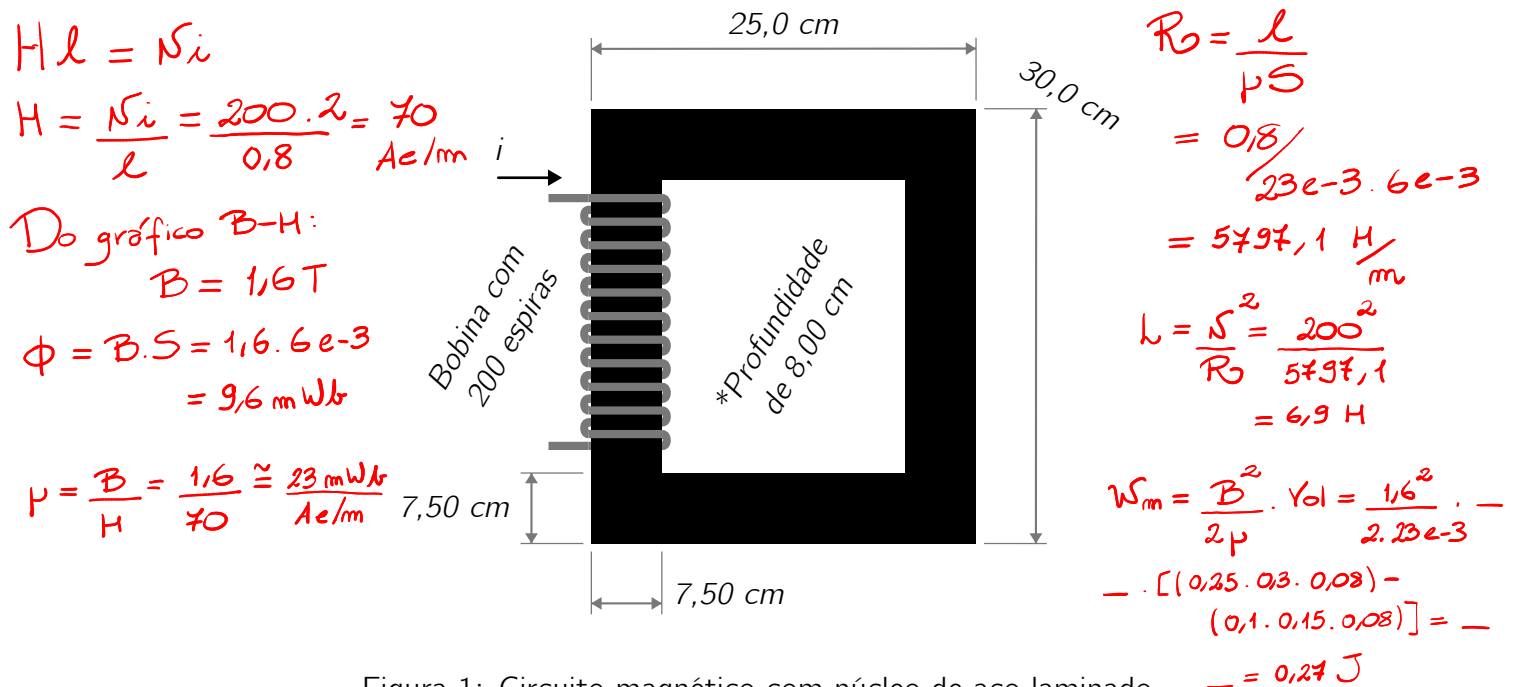
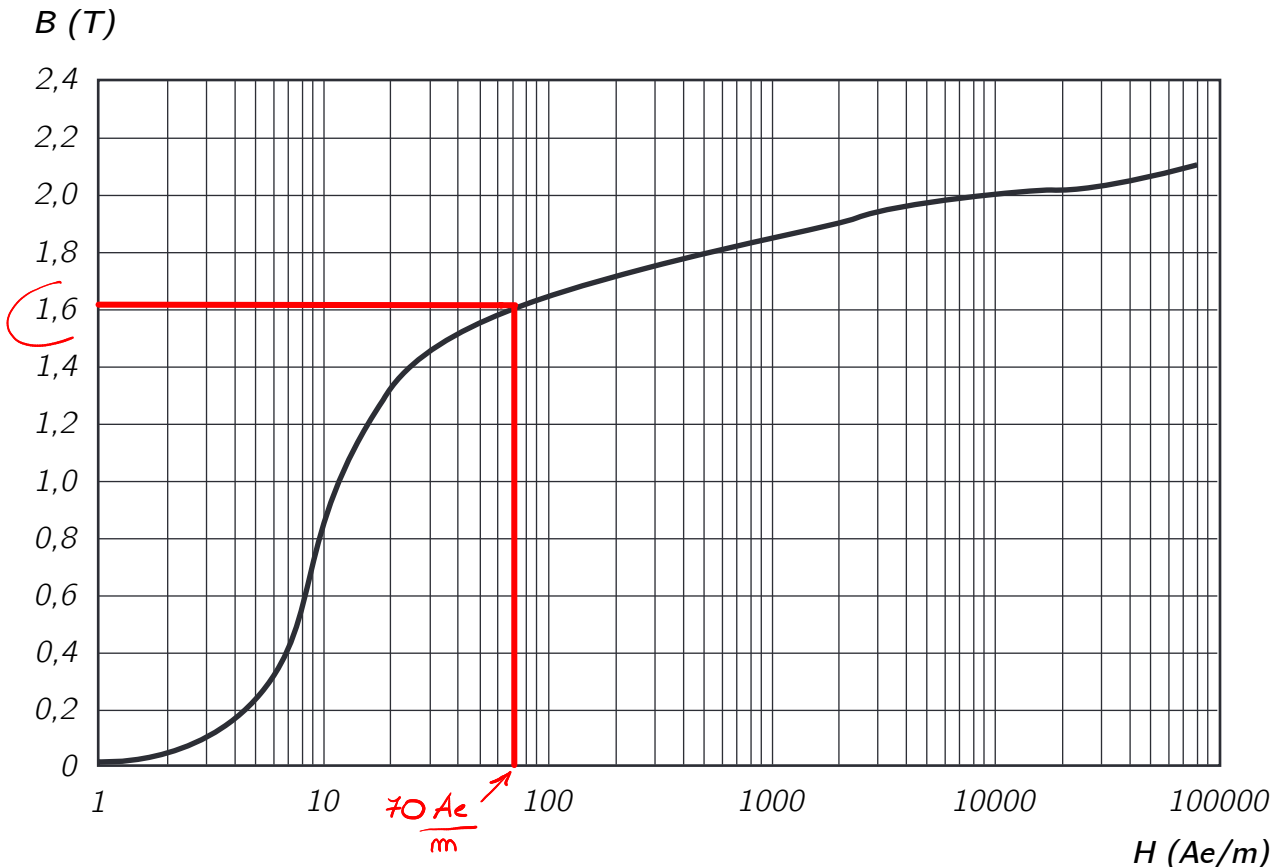

Figura 1: Circuito magnético com núcleo de aço laminado.
Figura 2: Curva de magnetização C.C. para o aço silício de grão orientado do tipo M-5.
- ① No circuito magnético ilustrado na Figura 1, as dimensões geométricas são fornecidas em centímetros. Uma corrente de excitação em Corrente Contínua (C.C.) de 0,28 A ( $i$ ), fluindo através de uma bobina de 200 espiras, gera a circulação de um fluxo magnético  $\phi$  no núcleo. Esse núcleo é composto por chapas de aço silício de grão orientado do tipo M-5, cuja curva de magnetização é exibida na Figura 2. Considera-se desprezível o fluxo de dispersão. Com base nessas informações, proceda com as seguintes solicitações: